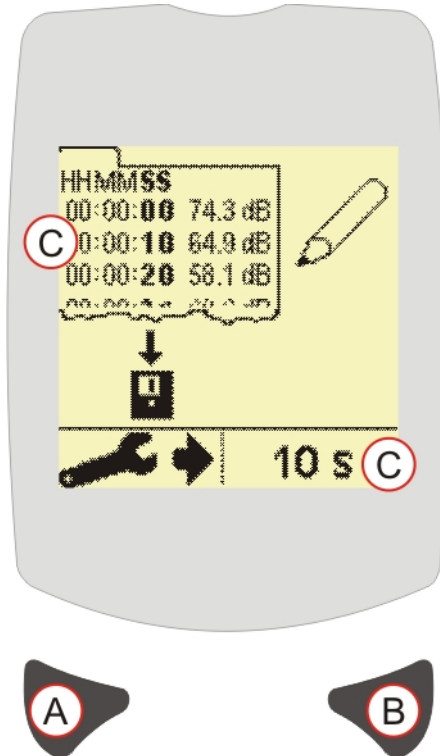

Abbildung 8 Protokollintervall-Anzeige – nur für CEL-246
In Abbildung 8 (C) sehen Sie das derzeit gewählte Protokollintervall und es wird auch über der rechten Taste (B) angezeigt. Drücken Sie die rechte Taste (B), um das Protokollintervall zu wechseln. Drücken Sie die linke Taste (A), um das Einstellungs Menü zu verlassen und zur Messungsanzeige zurückzukehren.